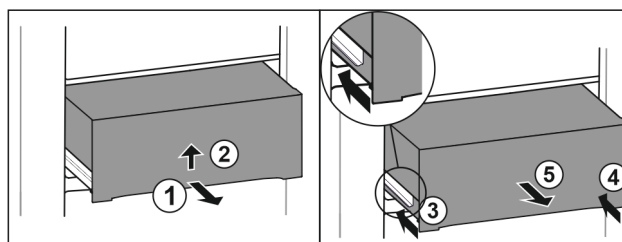

Fig. 26
- Estrarre il cassetto a metà. Fig. 26 (1)
- Sollevare il cassetto nella parte inferiore. Fig. 26 (2)
- Inserire la guida sinistra. Fig. 26 (3)
- Inserire la guida destra. Fig. 26 (4)
- Rimuovere il cassetto tirandolo in avanti. Fig. 26 (5)